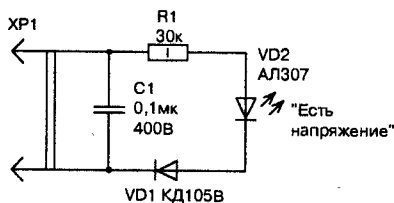

Рис. 1.20. Принципиальная схема прибора для проверки наличия напряжения в розетке
- Отключают нагрузку от всех неисправных розеток и включают ее в исправные розетки. В качестве нагрузок исправленных розеток можно использовать вилки со светодиодом (рис. 1.20).